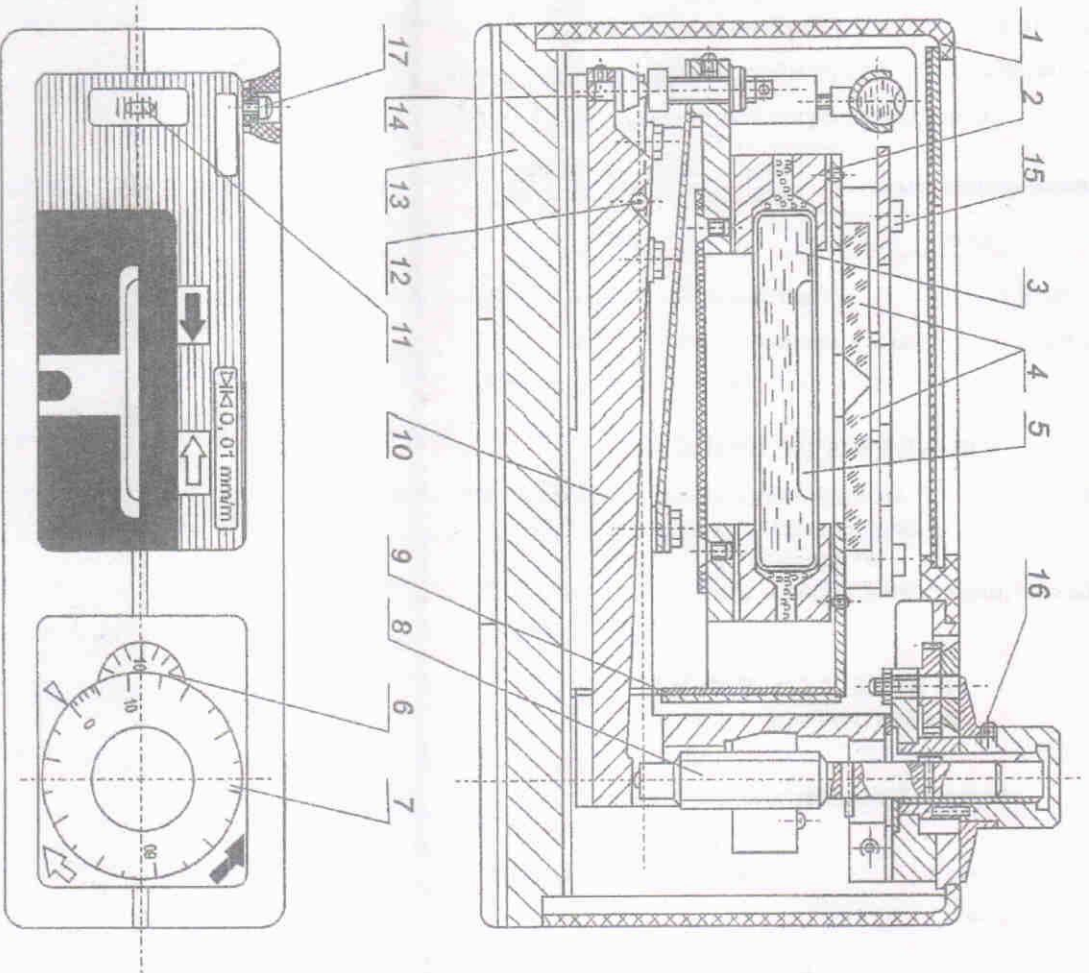
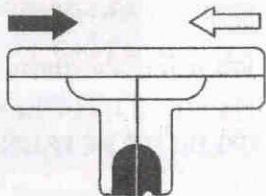

Рис. 1
рис. 2
На основании уровня 13, рис. 1, установлен рычажный механизм 10, ось рычага 12 подвижно установлена в призме основания. Корпус 2 ампулы 3 с оптической системой, состоящей из двух призм 4, подвешен на плоской пружине 9, которая крепится к основанию 13. Наклон корпуса 2 ампулы 3 осуществляется микровинтом 8 через рычажный механизм 10.
При этом изображение концов пузырька 5 ампулы 3 должны совпадать (рис. 2).
6.4. Проверьте плавность хода микровинта 8 (см. рис. 1) вращением лимба 7, работу счетчика оборотов 6, перемещение пузырька 5 ампулы 3.
Через верхнее окно в кожухе 1 видно направление перемещения пузырька ампулы 3, (см. рис. 1). Если пузырек находится на стороне, обозначенной знаком “←”, то лимб 7 следует вращать по часовой стрелке. Во время вращения лимба следует следить за появлением пузырька в поле зрения нижнего поперечного окна. Когда обе половины пузырька становятся видимыми, продолжайте медленно вращать лимб до совпадения обеих половинок пузырька ампулы (рис. 2). После этого произведите отсчет по шкалам счетчика оборотов 6 (см. рис. 1), и лимба 7.